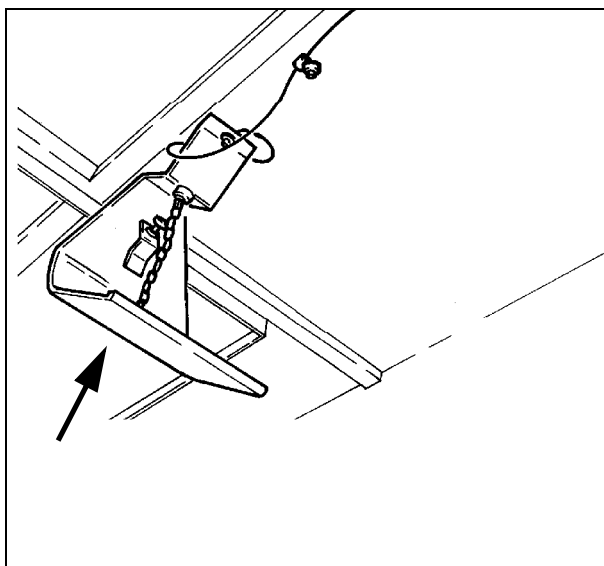
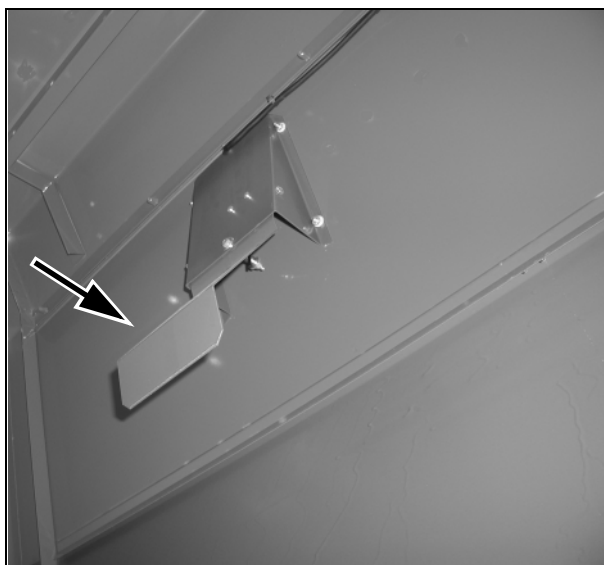

Рис. 26
Рис. 27
- 1.) работу аварийной сигнализации перегрузки клавишного соломотряса (Рис. 26) и засорения соломорезки (Рис. 27). Давление на дефлектор вызовет срабатывание главного устройства подачи звукового сигнала.